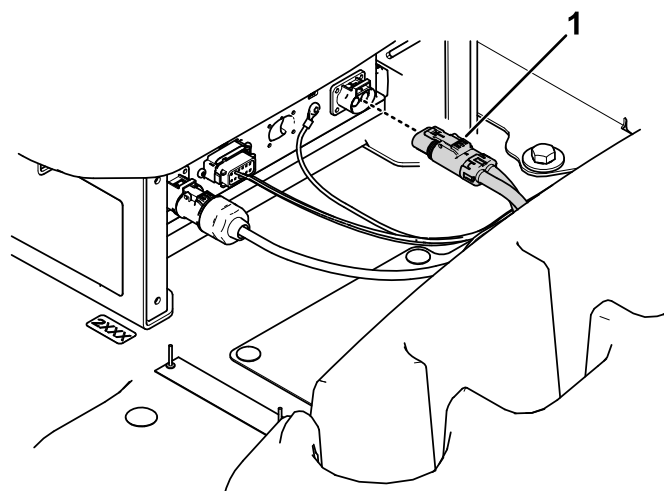

Figur 14
2. Ta bort laddarkabelns skydd (Figur 14).
3. Montera laddarkabelns skydd (Figur 14).